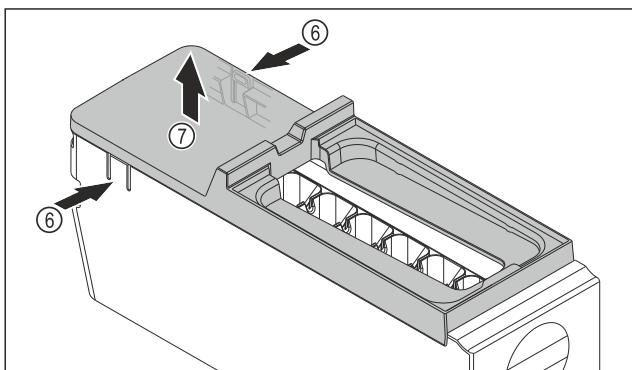

Fig. 75
- Снимите крышку корпуса EasyTwist-Ice: Надавите рукой на накладки Fig. 75 (6) с обеих сторон корпуса EasyTwist-Ice.
- Другой рукой снимите крышку Fig. 75 (7) по направлению вверх.